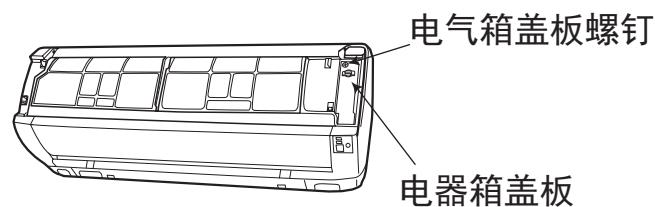

图14-2
### (2) 打开面板，拧下电气箱盖板固定螺钉，取下电气箱盖板。（如图14-2）
- 连接电缆连接结束后，用螺钉将接线盖板固定（如图14-2）。
- 然后用手将面框右下角风室下盖板④、⑤处的勾子沿箭头相反方向推紧，装上面板，然后关上面板。